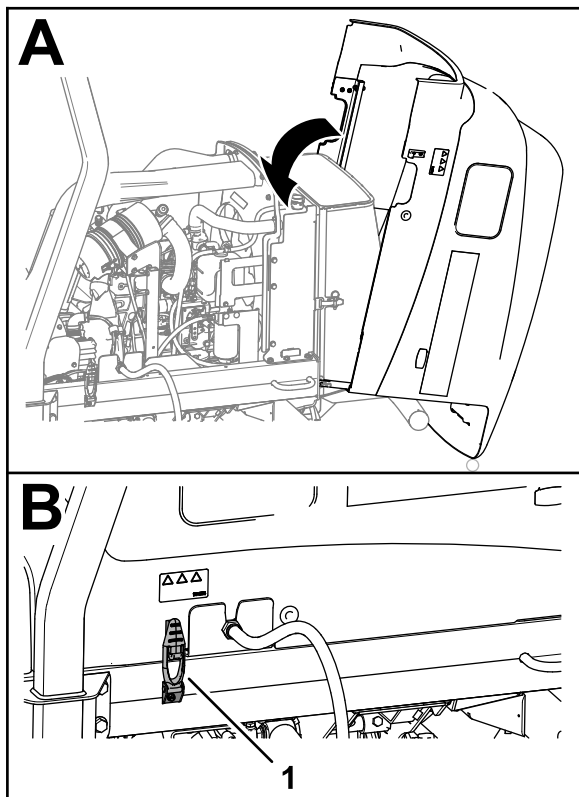

Рисунок 65
1. Осторожно поверните капот, чтобы закрыть его (Рисунок 65).